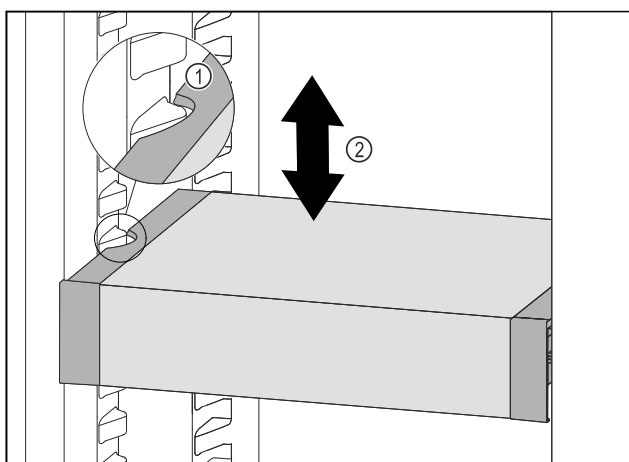

Fig. 49
- ▶ VarioSafe w chłodziarce przesunąć w górę lub w dół, aż zostanie osiągnięta żądana wysokość. Fig. 49 (2)